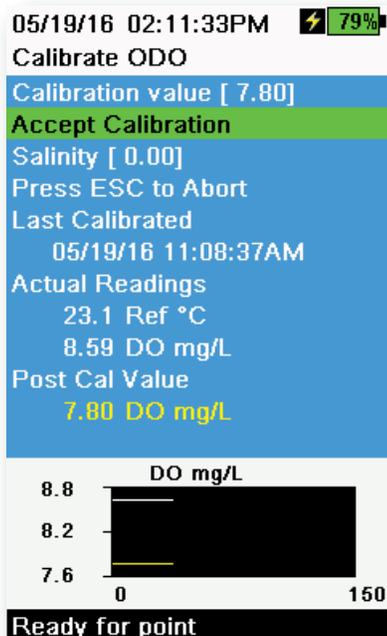

図52 ODO mg/Lの校正
5. 安定しているかどうか、実際の測定値を観察してから(グラフの白色線は、40 秒間大きく変化しない)、**Accept Calibration (校正承認)** を選択します(図52)。メッセージエリアに「Calibration successful! (校正は成功しました!)」と表示されます。